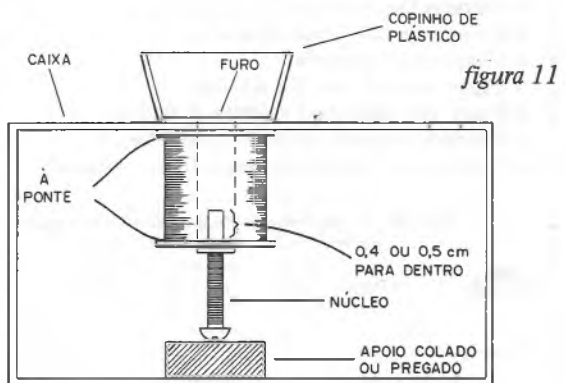

figura 11
g) Fixe o solenóide na posição indicada na figura 11, e solde seus fios de ligação à